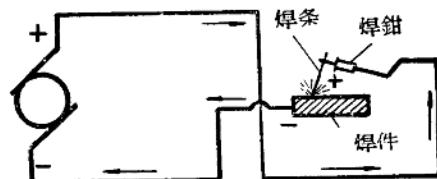

图 1-9 反联法
2. 反联法——如图 1-9 所示；是将焊件线接在电焊机负(-)极上，焊钳线接在正(+)极上，这样可使焊件少受热量。用于：